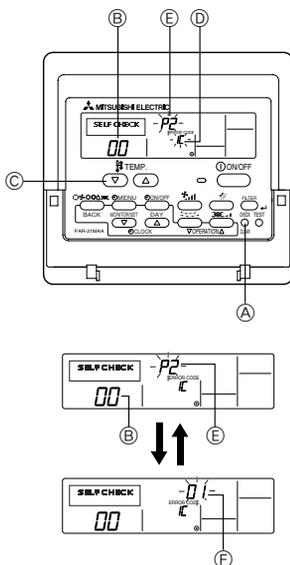

Fig. 7-3
7.3.1. Für die verdrahtete Fernbedienung (Fig. 7-3)
- ① Den Netzstrom einschalten.
- ② Die **[CHECK]** (PRÜFEN)-Taste zweimal drücken
- ③ Bei Verwendung der System-Steuerung mit der **[TEMP]**-Taste die Kältemitteladresse einstellen.
- ④ Zum Ausschalten der Selbstprüfung die **[ON/OFF]** (EIN/AUS)-Taste drücken.